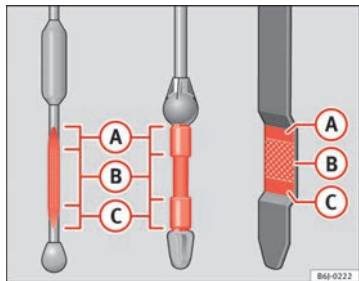

Abb. 163 Ölmesstab
- Den Messstab anschließend wieder herausziehen und den Ölstand ablesen ⇒ Abb. 163. Füllen Sie gegebenenfalls Motoröl nach.